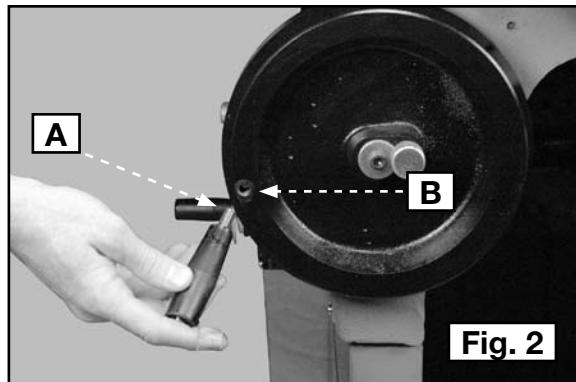

Fig. 2
Insérer l'extrémité filetée de la poignée (A) fig. 2, dans le trou fileté du volant élévateur (B), puis bien la serrer en la tournant dans le sens horaire.